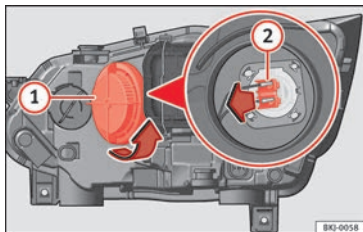

Fig. 110 Dans le compartiment moteur : ampoule des feux de route.
- Tournez le couvercle **1** vers la gauche et retirez-le **» fig. 110**.